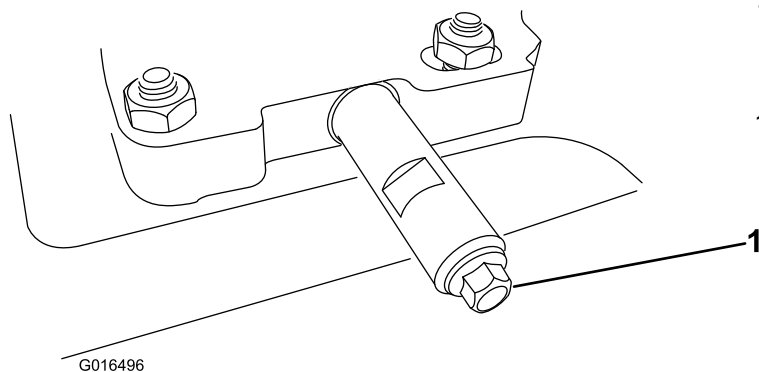

Figura 30
2. Pulite l'area attorno al dado di spurgo dell'olio (Figura 30).